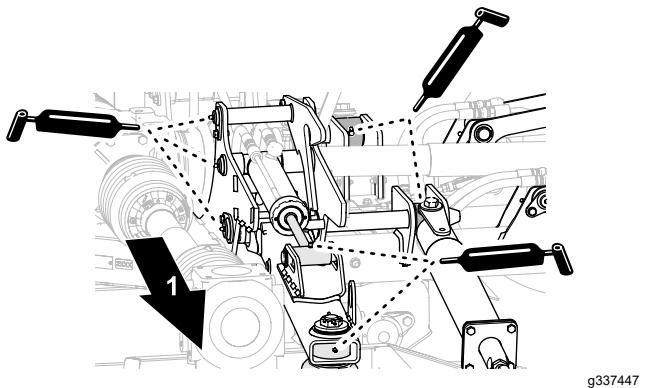

Figura 52
- Aplique grasa del tipo especificado a los brazos de elevación, los cilindros hidráulicos y los tirantes de impacto de las carcasa de corte izquierda y derecha (Figura 52).